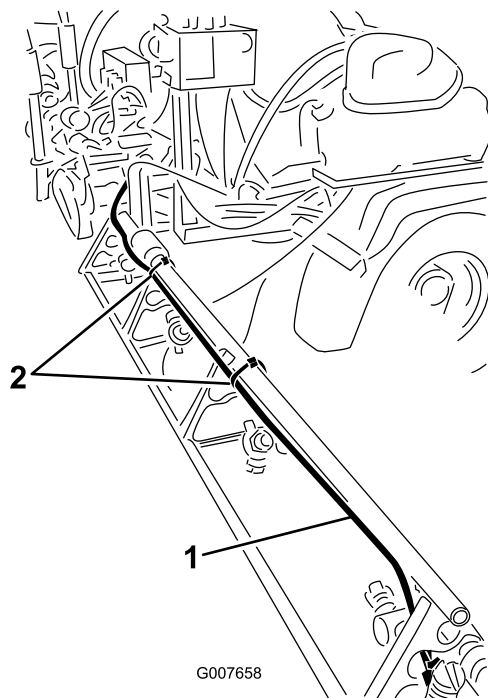

Рисунок 7
- А. Установите пенный шланг на правой стреле вдоль тыльной стороны верхней штанги (Рисунок 7).